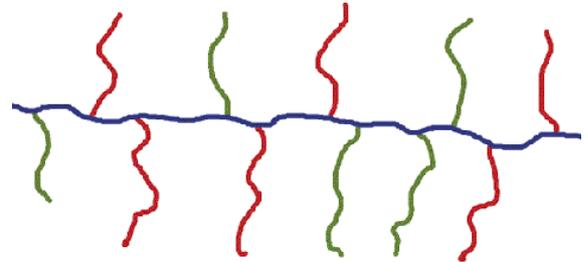

Fig.11- Molécule de copolymère en peigne à trois composants.
- si les monomères sont disposés en blocs, chaque bloc étant composé d'un seul type de monomères (**copolymère à blocs**), le copolymère présente les qualités de ses deux composants: l'éthylène apporte au polypropylène une meilleure tenue au froid. En général, le nombre de blocs est limité à deux ou trois. Les blocs sont associés en ligne, en étoile ou en peigne (figure 11)